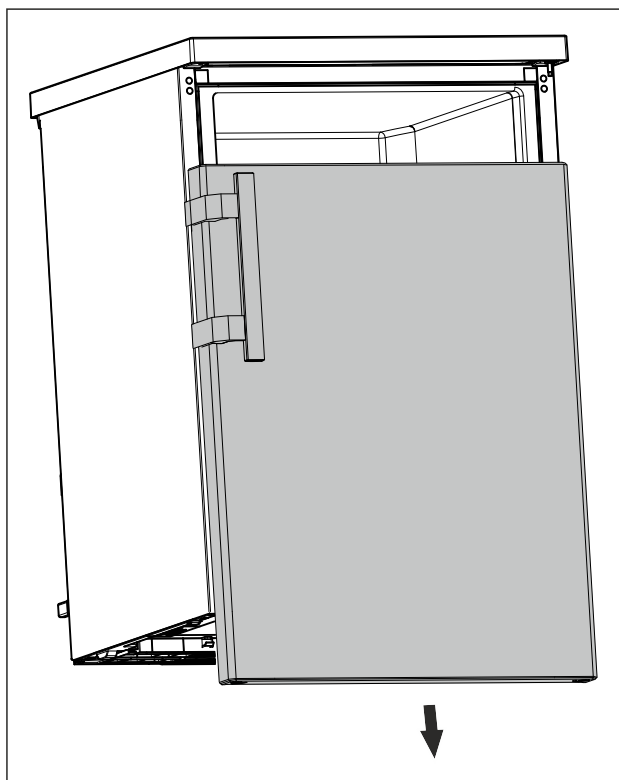

Fig. 12
- Tür nach unten abnehmen. (siehe Fig. 12)